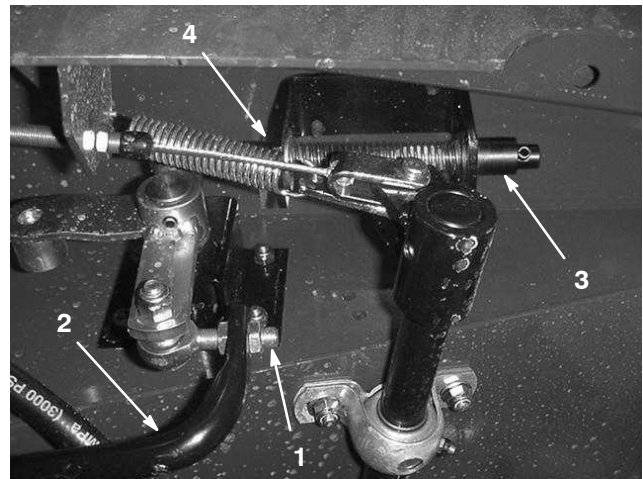

Bild 68
3. Lockern Sie die Klemmmuttern am Stangenende und stellen die Länge der Fahrpedalstange (Bild 68) so ein, dass das Pedal den Anschlag kurz vor dem Zeitpunkt